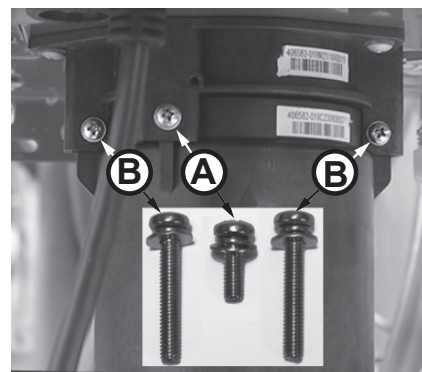

Figura 130 - Identifique los tornillos del cartucho
- 6 Ubique los tres (3) tornillos que fijan el cartucho X3®/de derivación como se muestra en la Figura 130. Retire el tornillo M4-12 mm (A) y los dos tornillos M4-25 mm (B) del cartucho. Deje los tornillos a un lado en un lugar seguro para volver a instalarlos.